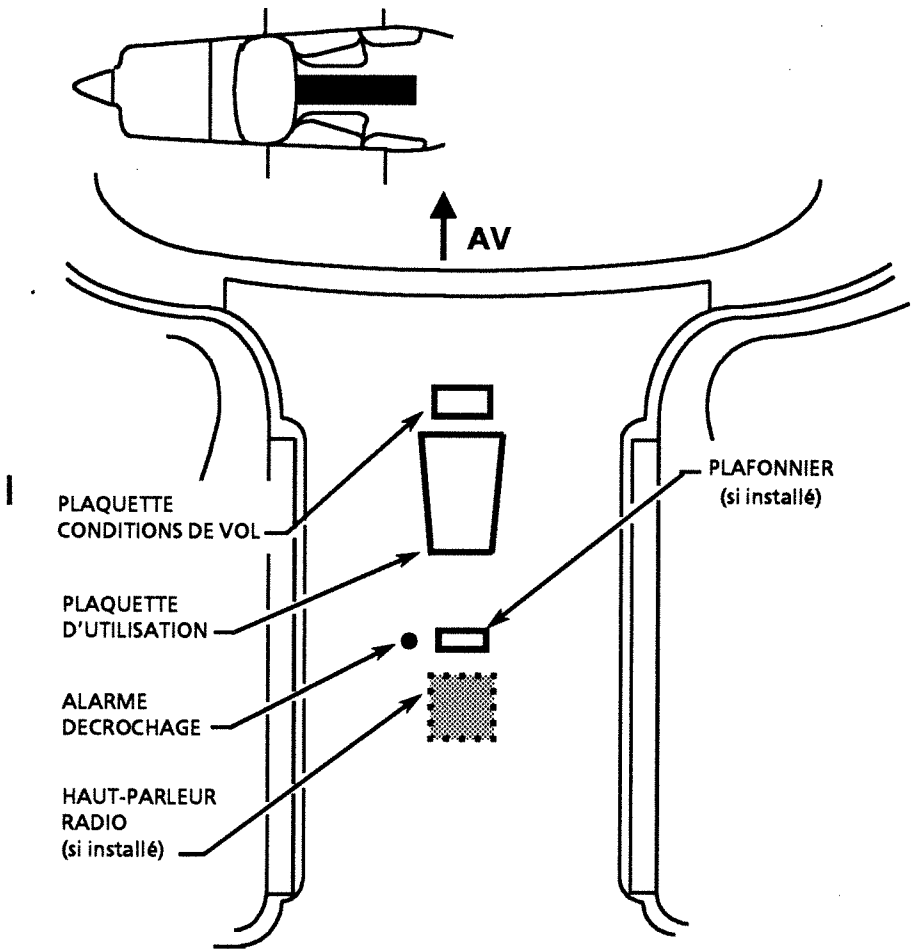

Figure 7.4 - EXEMPLE DE PARTIE CENTRALE DU PLAFOND
**La partie centrale du plafond (voir Figure 7.4) comprend d'avant en arrière :**